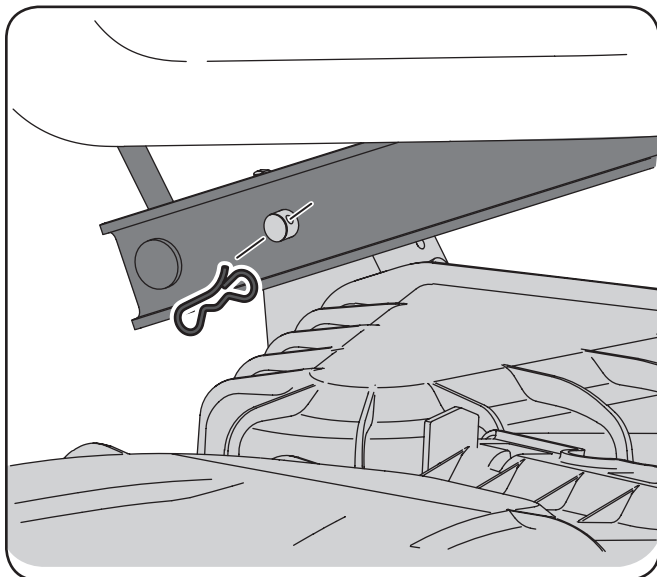

Figura 7-3
10. Mirando hacia la plataforma de corte desde el lado izquierdo del tractor, ubique el pasador de chaveta del lado posterior izquierdo de la plataforma. Consulte Figura 7-3.
11. Retire el pasador y saque el pasador de la plataforma del brazo de elevación de la misma. Consulte Figura 7-3.